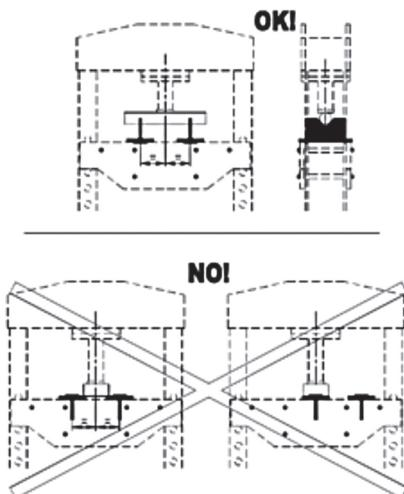

Fig 6
- Positionner les prismes sur le plateau. Pour un positionnement correct, consulter la Fig. 6.